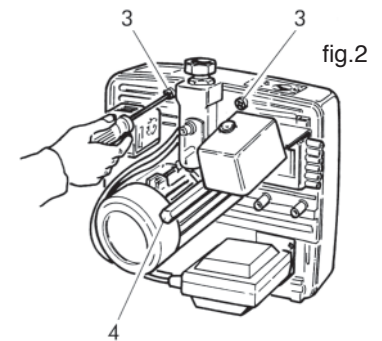

fig.2
- Dévisser les vis 3 et le pivot central 4 (fig.2).